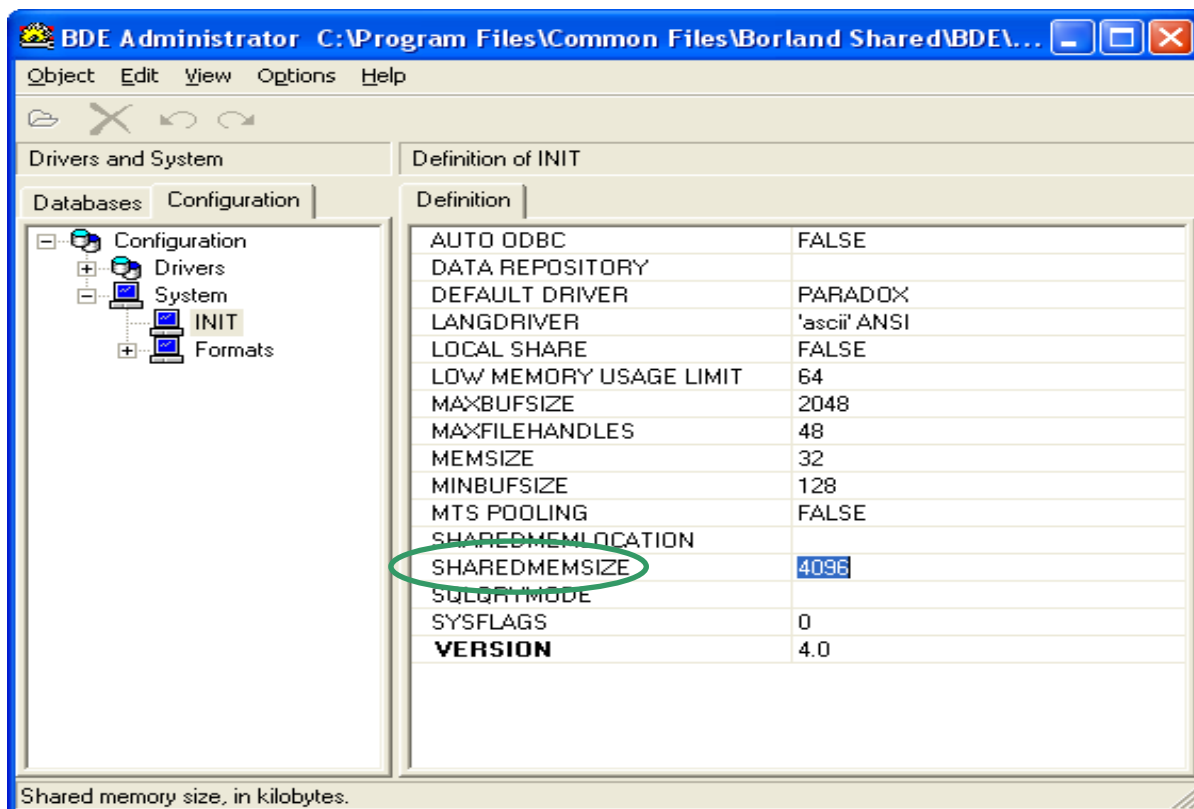

Рисунок 22
- откройте окно «**BDE Administrator**», рисунок 22, выбрав пункт меню «Пуск» - «Настройка» - «Панель управления»;